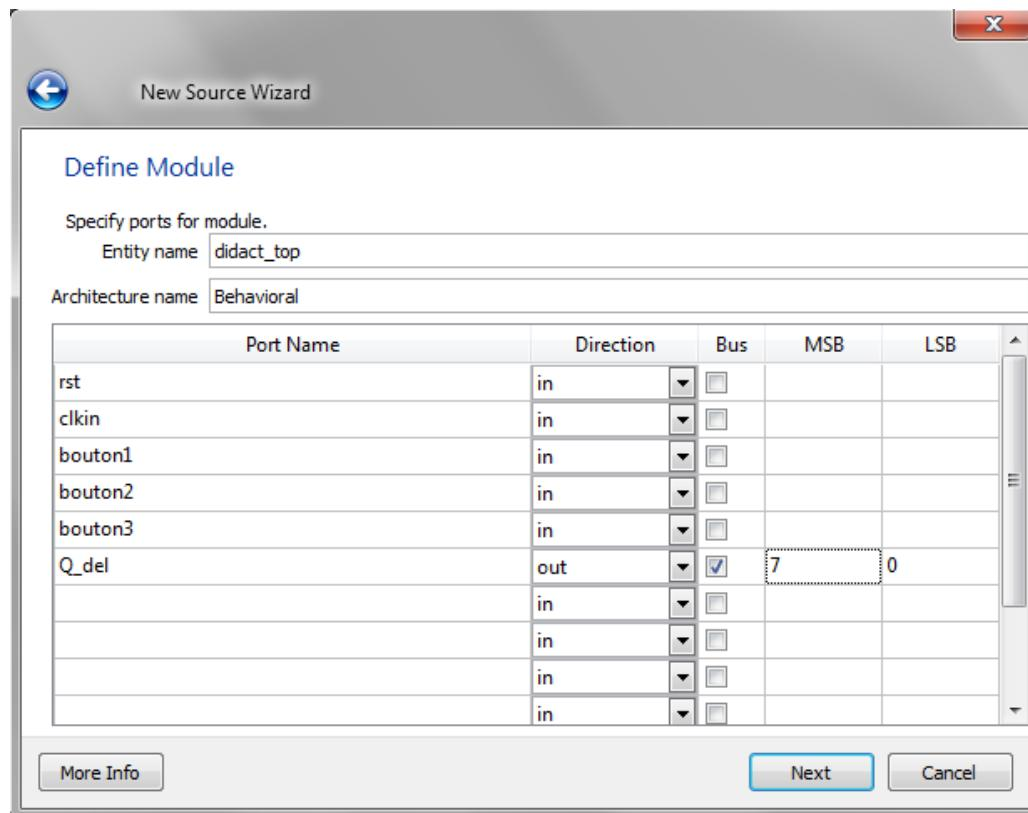

Figure 33. La boîte de dialogue Define Module pour entrer les ports d'entrées/sorties du module didact_top.
5. Dans la boîte de dialogue Define Module, entrez cinq ports d'entrées et un port de sortie sous Port Name, comme montré à la Figure 33 :